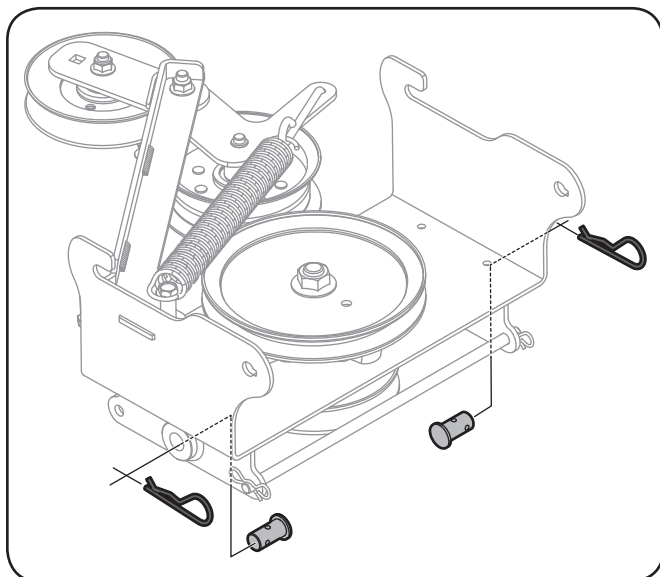

Figure 3-6
1. Retirez les axes de chape et les goupilles fendues du sous-châssis. Conservez les axes de chape et les goupilles fendues pour utilisation ultérieure. Voir Figure 3-6.